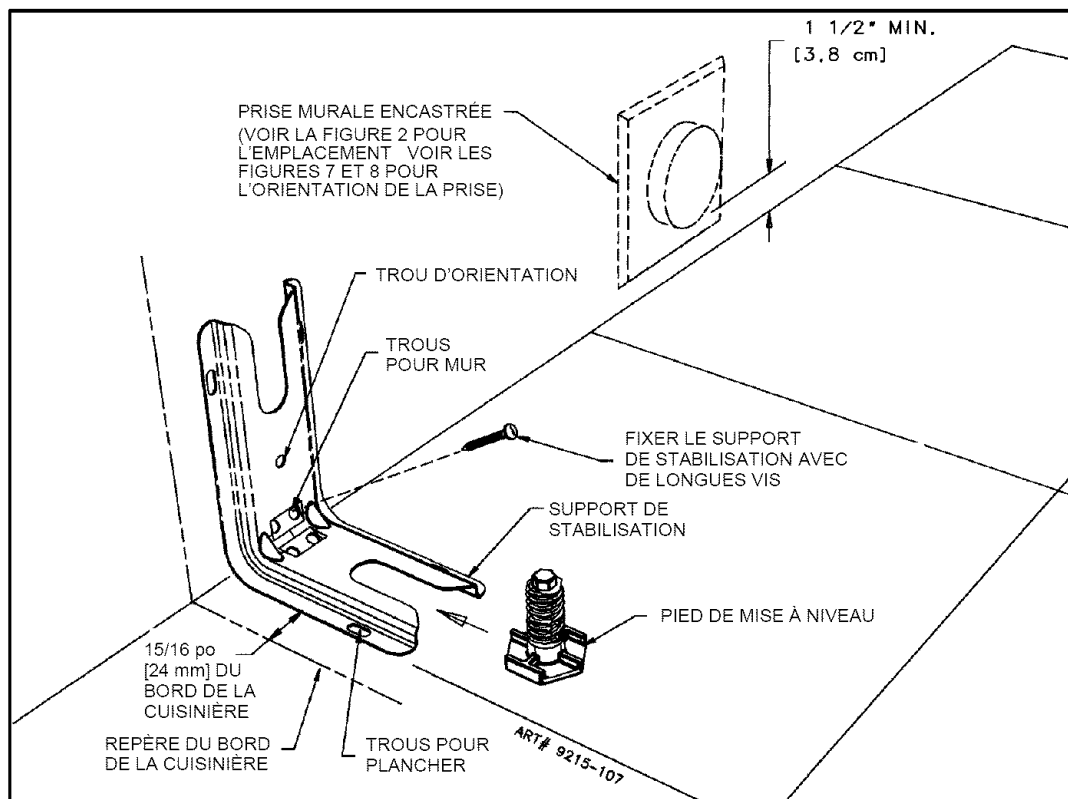
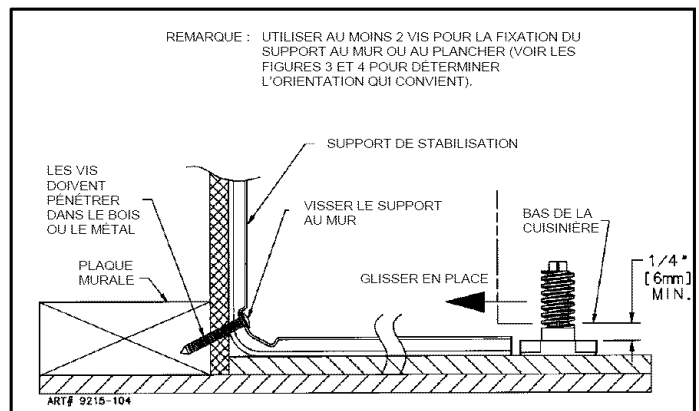

FIGURE 3
FIGURE 5
Placer le support avec le trou d'orientation du pied le plus long contre le mur ou contre le plancher tel qu'illustré aux figures 3 et 4.
ÉTAPE 1 - Emplacement du support de stabilisation (voir figure 3)
- Placer le SUPPORT à 15/16 po (24mm) de la marque " BORD " en allant vers le centre de l'ouverture et contre le mur arrière tel qu'indiqué à la figure 3, le trou d'orientation étant contre le mur.
- Utiliser le support comme gabarit et marquer l'emplacement de tous les trous pour le type de matériau sur lequel le support doit être fixé, tel qu'indiqué à la figure 3.
1. Plancher : Déterminer le centre des deux trous identifiés par " TROUS POUR PLANCHER " à la figure 3 ou 4 selon le cas. Percer un trou de positionnement de 1/8 po (3 mm) au centre de chaque trou (un clou ou un poinçon peut également être utilisé si une perceuse n'est pas disponible). Fixer le support de STABILISATION au plancher à l'aide des deux vis fournies. Passer à l'ÉTAPE 3.
2. Mur : Déterminer le centre des deux trous identifiés par " TROUS POUR MUR " à la figure 3 ou 4 selon le cas. Percer un trou de positionnement de 1/8 po (3 mm) au centre de chaque trou (un clou ou un poinçon peut également être utilisé si une perceuse n'est pas disponible) tel qu'indiqué à la figure 5. Fixer le support de STABILISATION au mur à l'aide des deux vis fournies tel qu'indiqué à la figure 5. Passer à l'ÉTAPE 3.
positionnement de la grande correspondance à celle des vis obtenues en quincaillerie au centre des trous identifiés " TROUS POUR PLANCHER " à la figure 3 ou 4 selon le cas. Fixer le support de STABILISATION au plancher. Passer à l'ÉTAPE 3.
- B. Placer la cuisinière de façon à ce qu'elle puisse entrer dans l'ouverture et la pousser en place. Remarque : Un dégagement minimum de 1/4 po (6 mm) est exigé entre la cuisinière et le pied de mise à niveau qui va s'insérer dans le support de STABILISATION (voir figure 5).